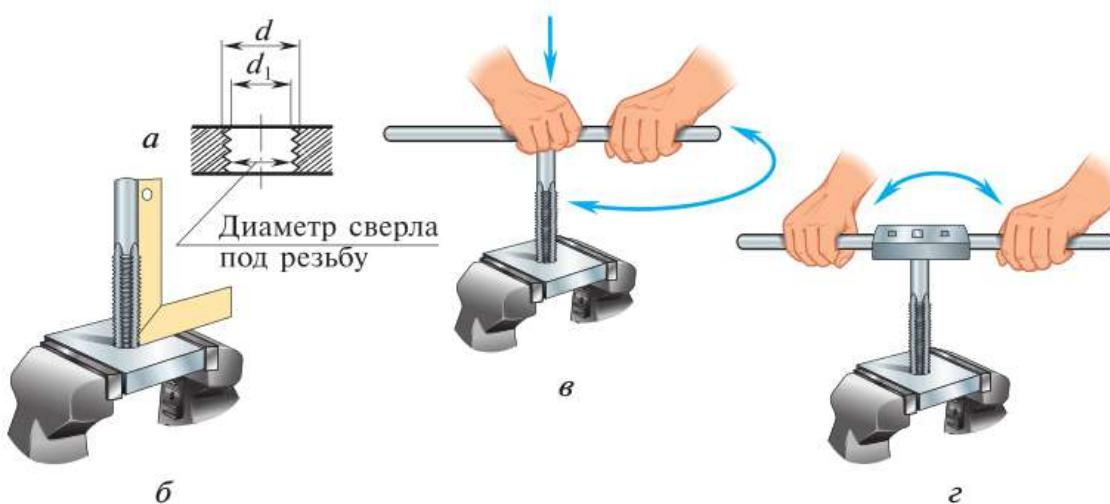

Рис. 5.53. Нарезание внутренней резьбы в сквозных отверстиях:
Последовательность нарезания внутренней резьбы в сквозных отверстиях (рис. 5.53)
- ▶ 6. Зажмите заготовку в тисках, установите в отверстие метчик и проверьте его перпендикулярность по угольнику (рис. 5.53, б).
- ▶ 7. Смажьте метчик, установите в отверстие и наденьте на квадрат хвостовика вороток (рис. 5.53, в).
- ▶ 9. Возьмите вороток двумя руками и вращайте по направлению резьбы с перехватом рук через каждые пол-оборота, периодически поворачивая вороток на четверть оборота в обратную сторону (для отламывания стружки) (рис. 5.53, д).
- ▶ 1. Определите по чертежу диаметр, вид резьбы и длину нарезаемой заготовки (рис. 5.53).
Цель работы: освоить технику нарезания наружной резьбы на детали, обработанной на токарно-винторезном станке (рис. 5.53).